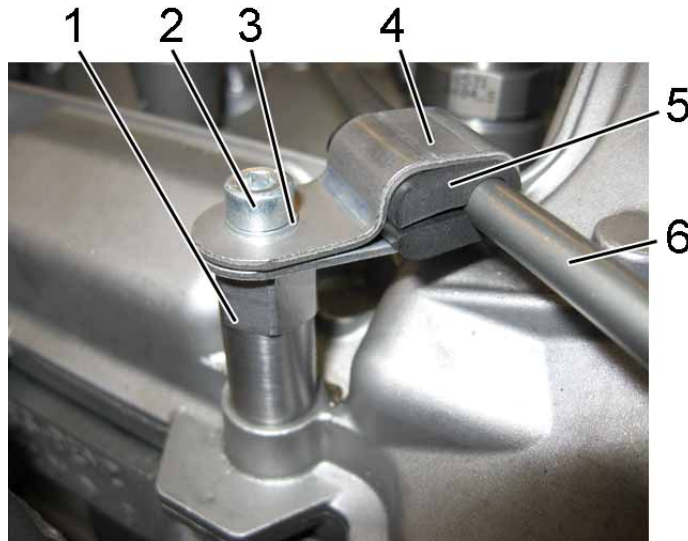

Bild 3 / Fig. 3
2. Den Abstandshalter montieren. Siehe Bild 3.
5. Den Halter und die Beilage an die Kraftstoffhochdruckleitung montieren. Siehe Bild 3.
6. Den Halter mit einer Schraube und einer Scheibe an den Abstandshalter montieren. Siehe Bild 3.
8. Die Schraube des Halters festziehen. Siehe Bild 3.
2. Attach the spacer to the cylinder head cover. See Fig. 3.
4. Attach the new high-pressure fuel line. See Fig. 3
5. Attach the fastener and the insert to the high-pressure fuel line. See Fig 3.
6. Attach the fastener to the spacer using one bolt and one washer. See Fig. 3.
8. Tighten the screw of the fastener. See Fig. 3.